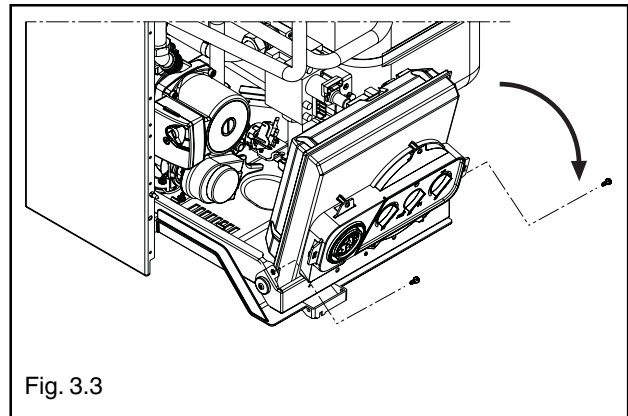

Fig. 3.3
- svitare le due viti di fissaggio del cruscotto (fig. 3.3) e ruotarlo in avanti